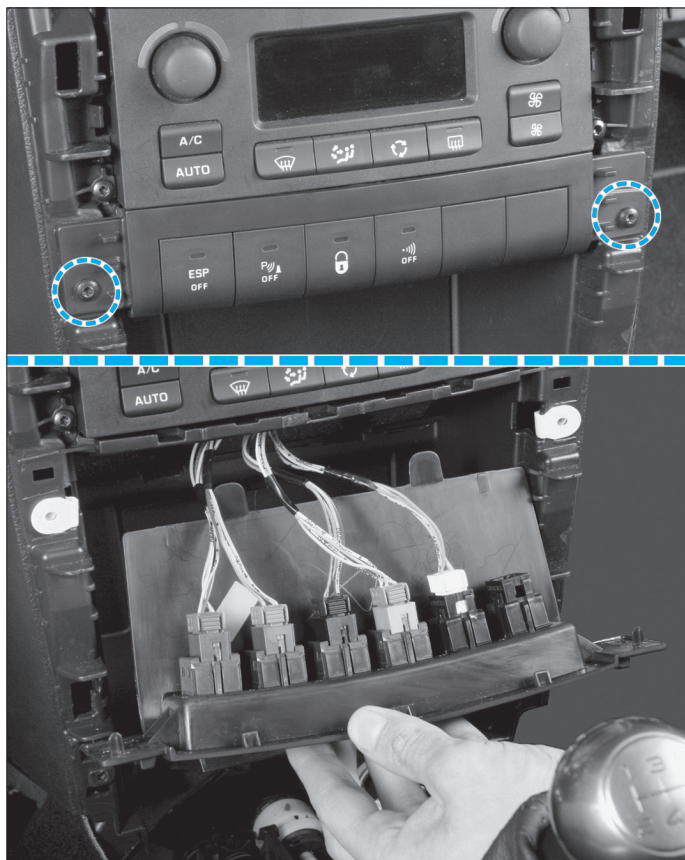

Fig. 38
- Dévisser les deux fixations (empreinte Torx T20) puis dégrafer le support (Fig.38).